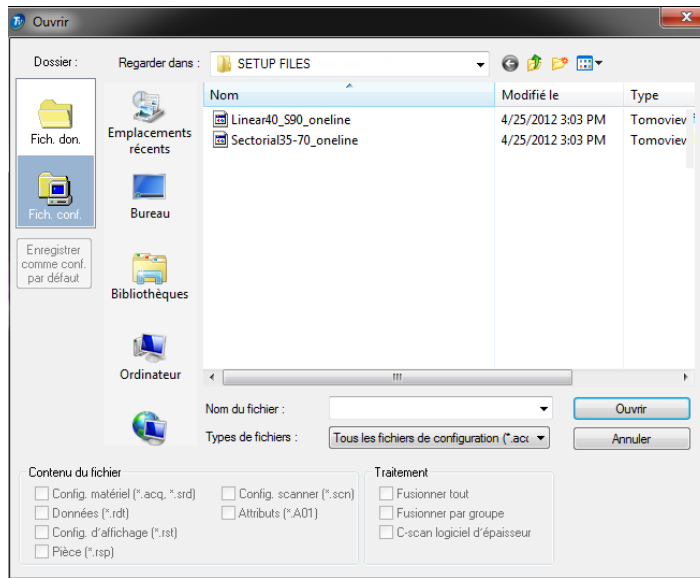

Figure 4-1 Boîte de dialogue Ouvrir
La boîte de dialogue **Ouvrir** apparaît (voir la Figure 4-1 à la page 238).
2. Dans la boîte de dialogue **Ouvrir** qui apparaît effectuez les tâches suivantes (voir la Figure 4-1 à la page 238) :